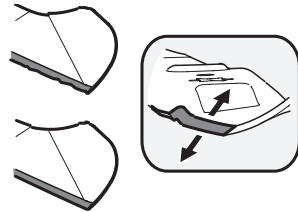

Figura 51
1. Para afilar las cuchillas de corte de forma adecuada, extraiga cantidades iguales de metal de ambos extremos de las cuchillas a lo largo de los bordes cortantes, de forma paralela al borde de caída, a un ángulo de 25° a 30°. Afíle siempre cada borde de las cuchillas de corte de forma pareja para mantener un centrado adecuado entre las mismas. Consulte la Figura 51.